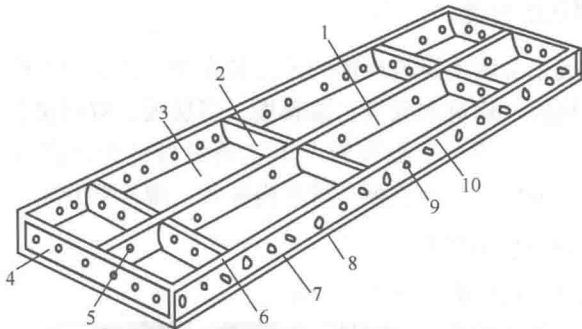

图 1-2 平面模板
(1) 钢模板主要包括平面模板、阴角模板、阳角模板和连接角模。平面模板如图 1-2 所示, 由面板和肋条组成, 模板尺寸采用模数制, 宽度以 100mm 为基础, 按 50mm 进级, 最宽为 300mm; 长度以 450mm 为基础, 按 150mm 进级, 最长为 1500mm。这样就可以根据工程需要, 将不同规格的模板横竖组合拼装成各种不同形状、尺寸的大块模板。